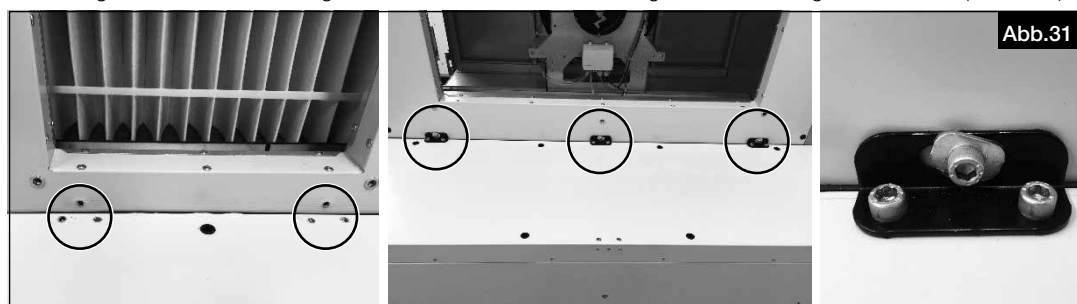

Abb.31
7. Montagewinkel auf dem Kühlregister montieren. AIR1-Gerät wie folgt mit dem Kühlregister verbinden (s. Abb.31).